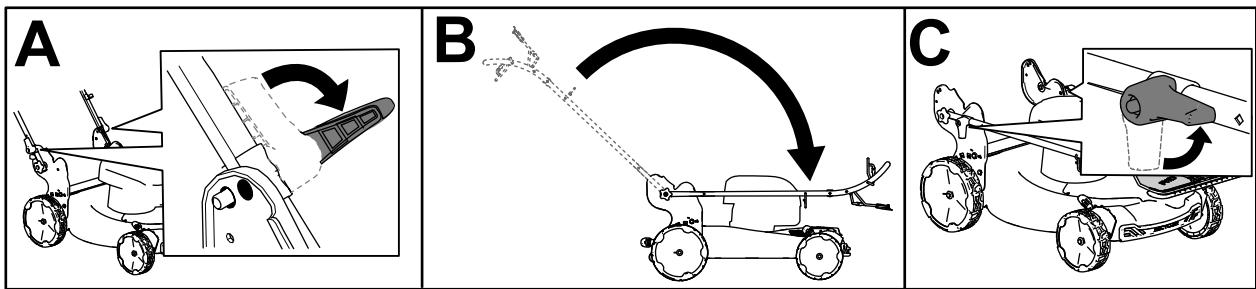

Figura 14
2. Disinserite i fermi della stegola finché non riuscite a muovere liberamente la stegola superiore (A della Figura 14).
3. Piegate la stegola in avanti e inserite i fermi della stegola (B e C di Figura 14).